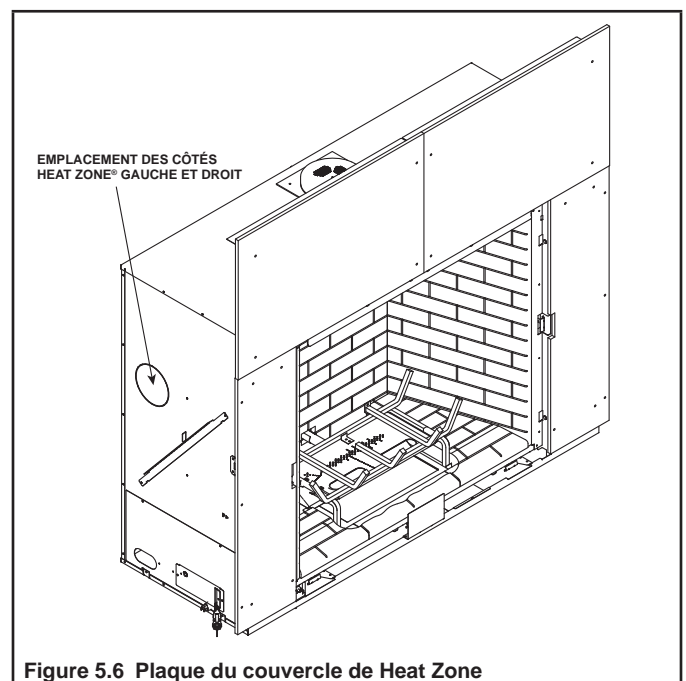

Figure 5.6 Plaque du couvercle de Heat Zone
- Localisez le point d'accès à Heat-Zone® à la gauche et à la droite de l'appareil. Voir la figure 5.6. Retirez les alvéoles défonçables de l'appareil à l'aide de cisailles de ferblantier.